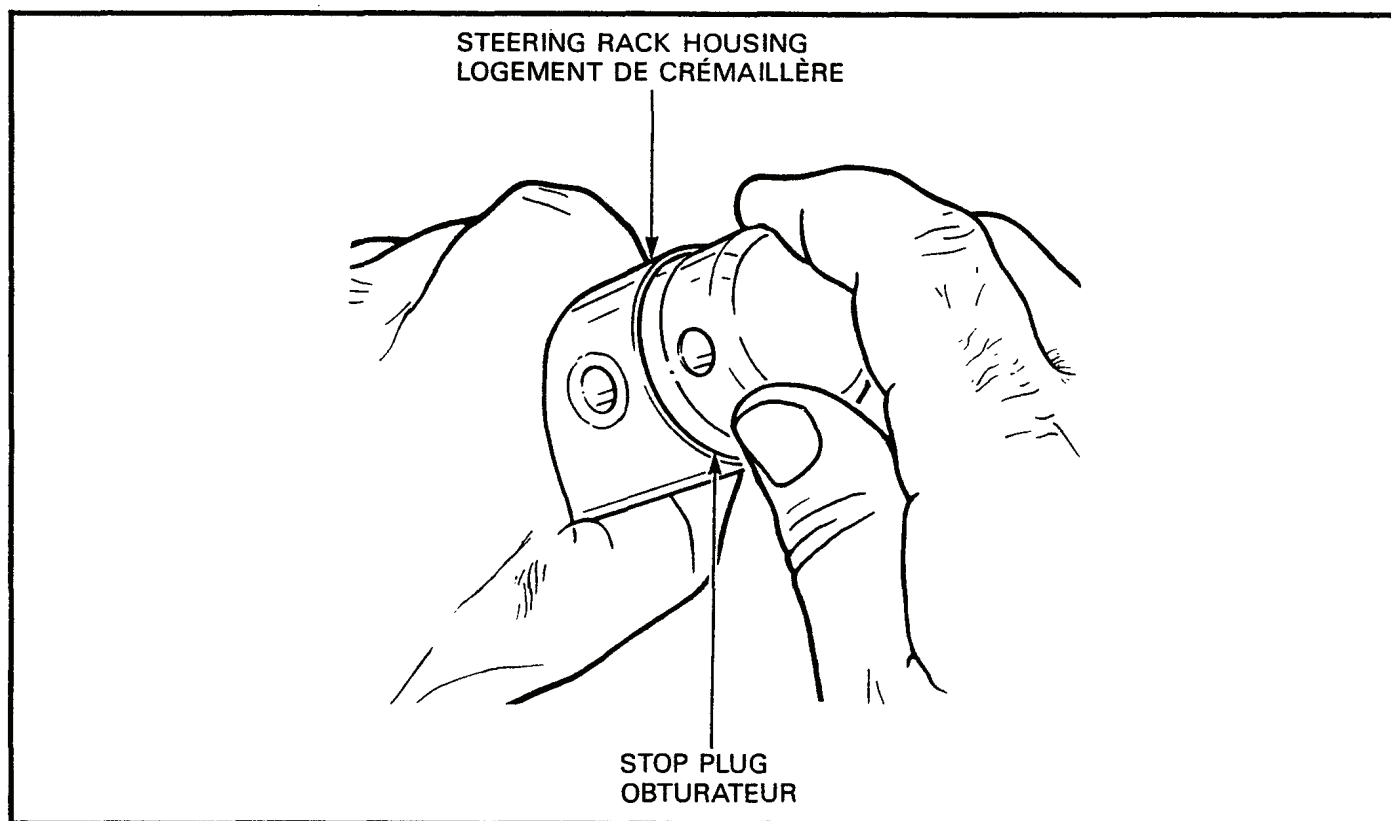

Figure 4-1-10 Installation of Steering Rack Stop Plug
- h. Install the stop plug into the housing, ensuring the bolt hole in the plug is aligned with the holes in the end of the housing, see Figure 4-1-10. Ensure the plug goes in straight so that it is not damaged.
- j. Tap the plug into the housing so that the snap ring (1) can be installed and install the snap ring.
- h. Insérer l'obturateur dans le logement en s'assurant d'aligner l'orifice du boulon avec les orifices à l'extrémité du logement, voir figure 4-1-10. S'assurer que l'obturateur est inséré bien droit de façon à ne pas l'endommager.
- j. Frapper légèrement sur l'obturateur pour l'insérer dans le logement jusqu'à ce que le circlip (1) puisse être installé. Installer le circlip.